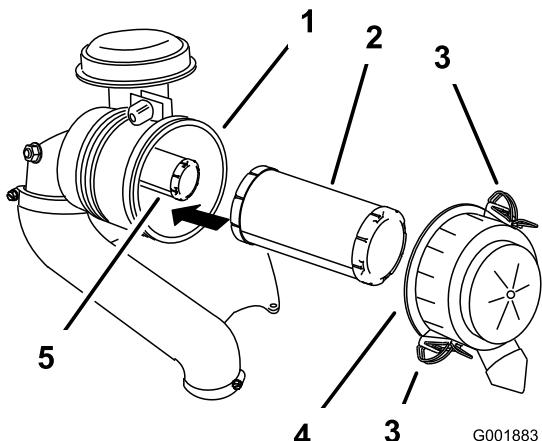

図 30
3. エアクリーナのラッチを外し、ボディーからカバーを抜き出す図 30。
5. 次フィルタをゆっくり引き抜くようにしてエアクリーナのボディーから外す図 30。
- 安全フィルタを交換する場合には、十分に注意しながら、フィルタのボディに挿入する図 30。
- 1次フィルタをゆっくり押し込むようにして安全フィルタの上から取り付ける図 30。
- 上下方向を確認し、Upと書いてある方を上に向けてエアクーラーカバーを正しく取り付け、ラッチを掛ける図 30。